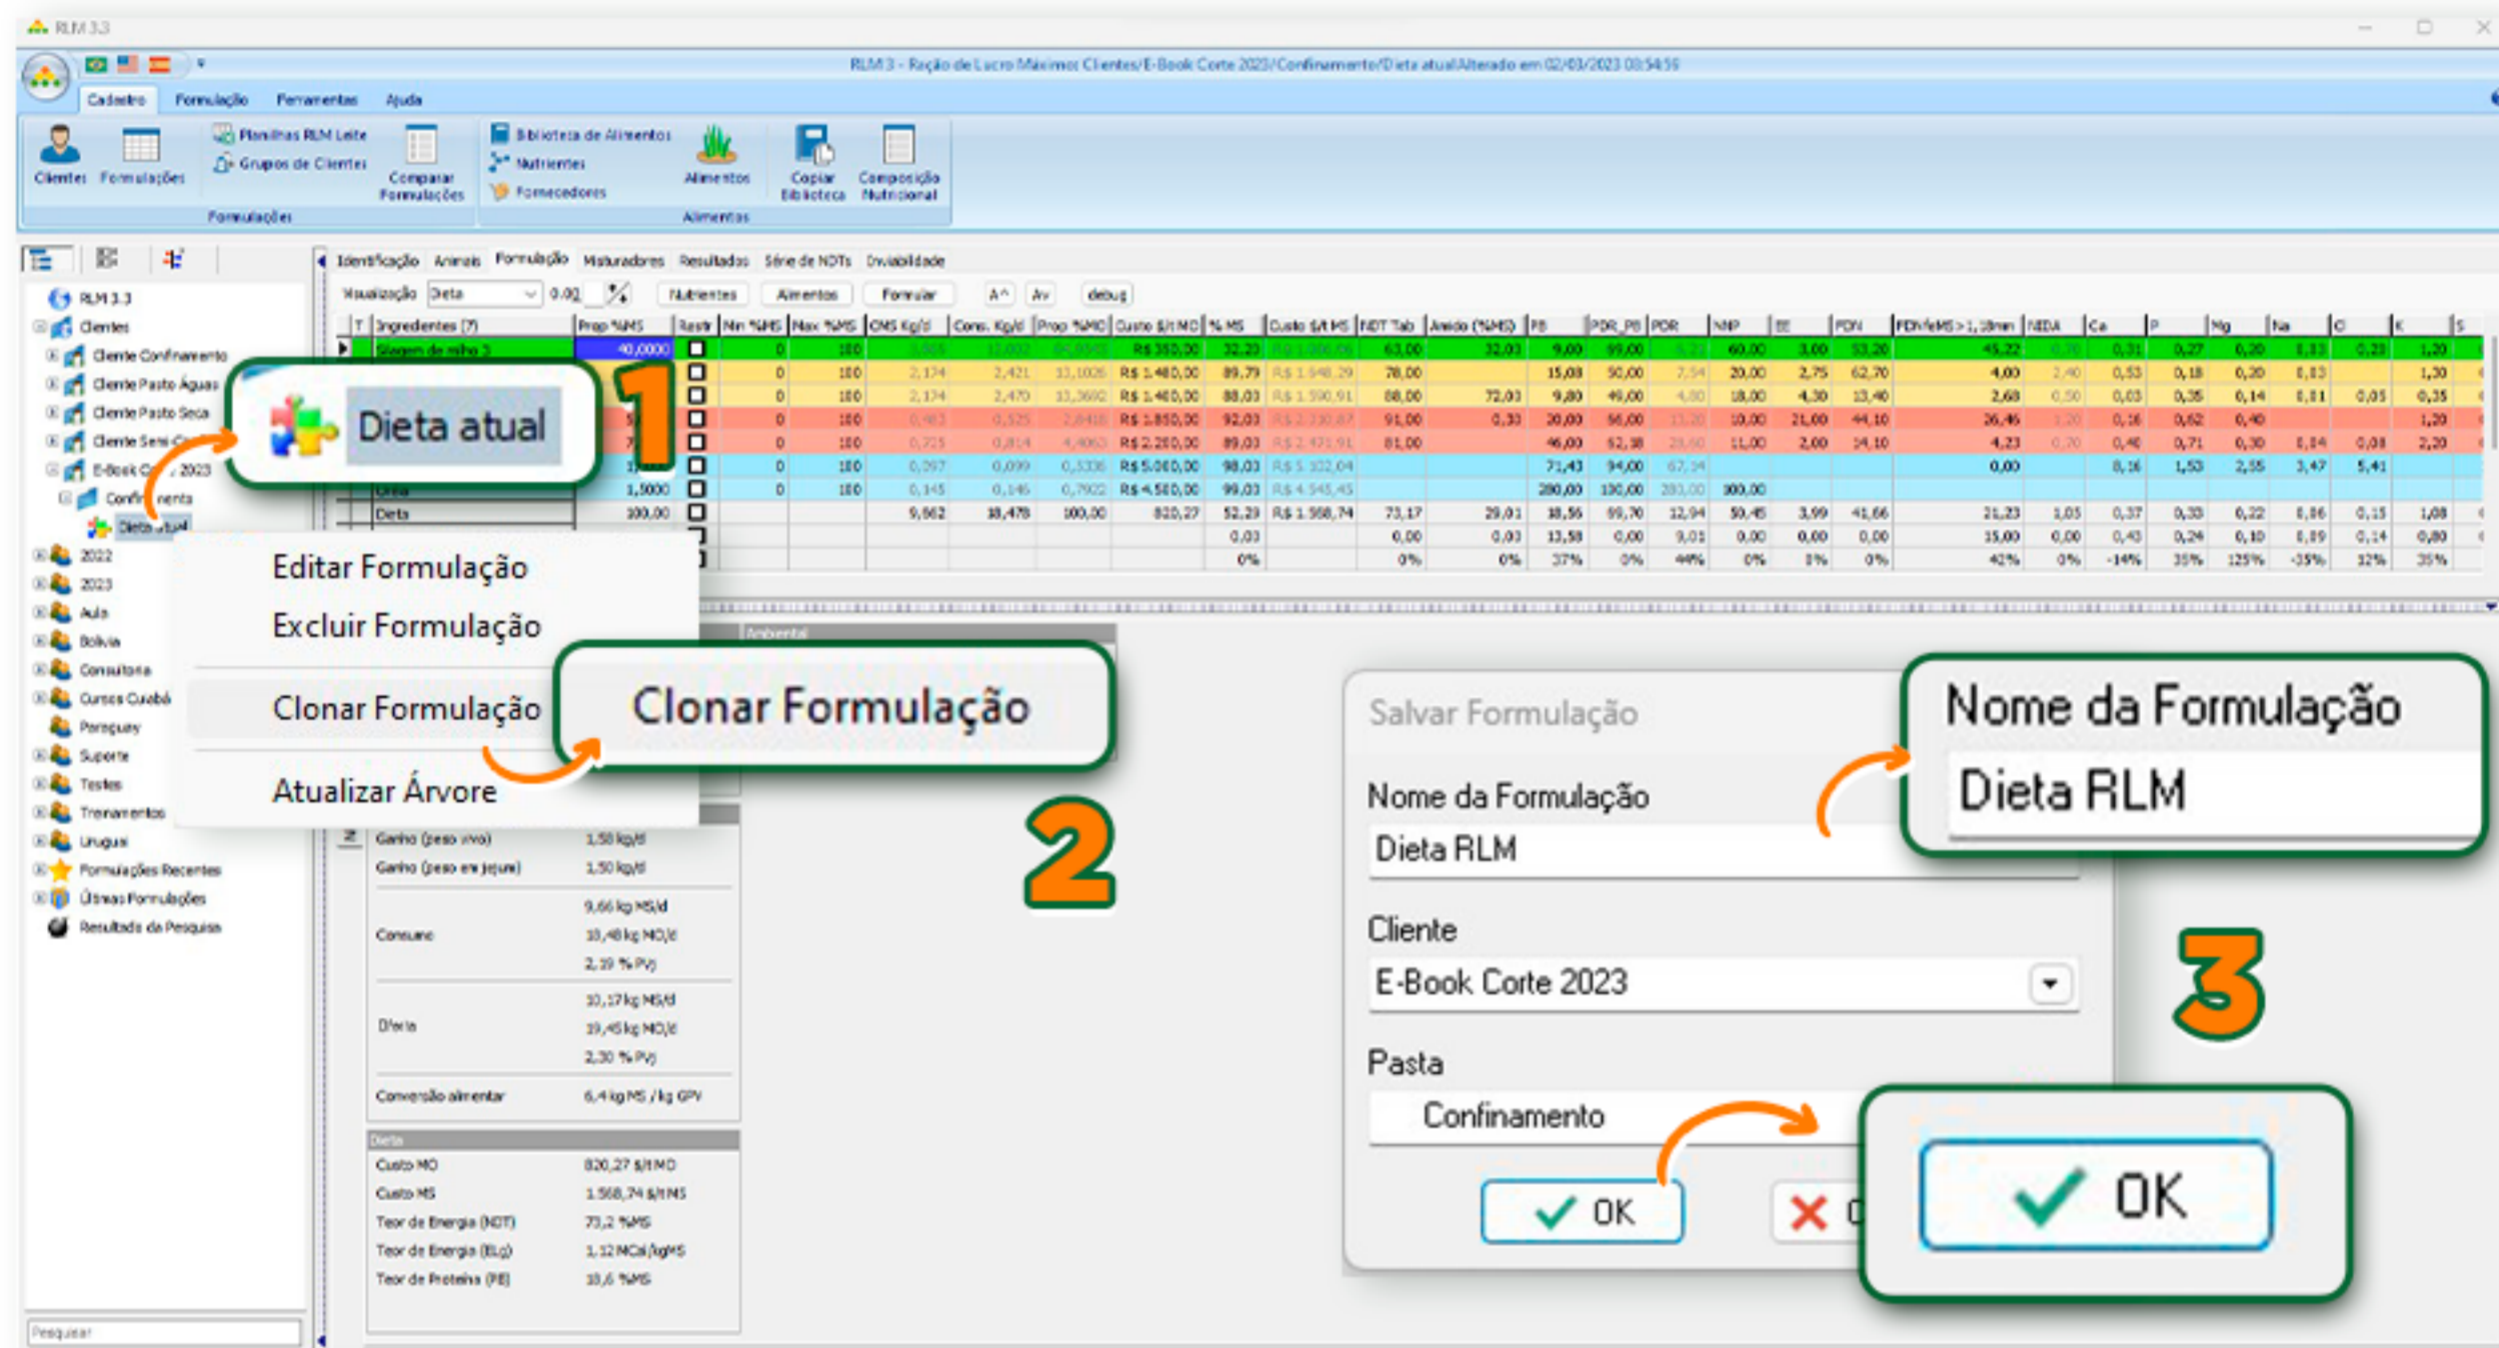

FIGURA 2.1 - CLONAR A FORMULAÇÃO
Iniciaremos esse tutorial clonando a formulação anterior (Figura 2.1). Para isso, clique com o botão direito do mouse sobre a formulação “Dieta Atual” (1) > “Clonar Formulação” (2) e salve a formulação como “Dieta Proposta” (3) no mesmo cliente e pasta.